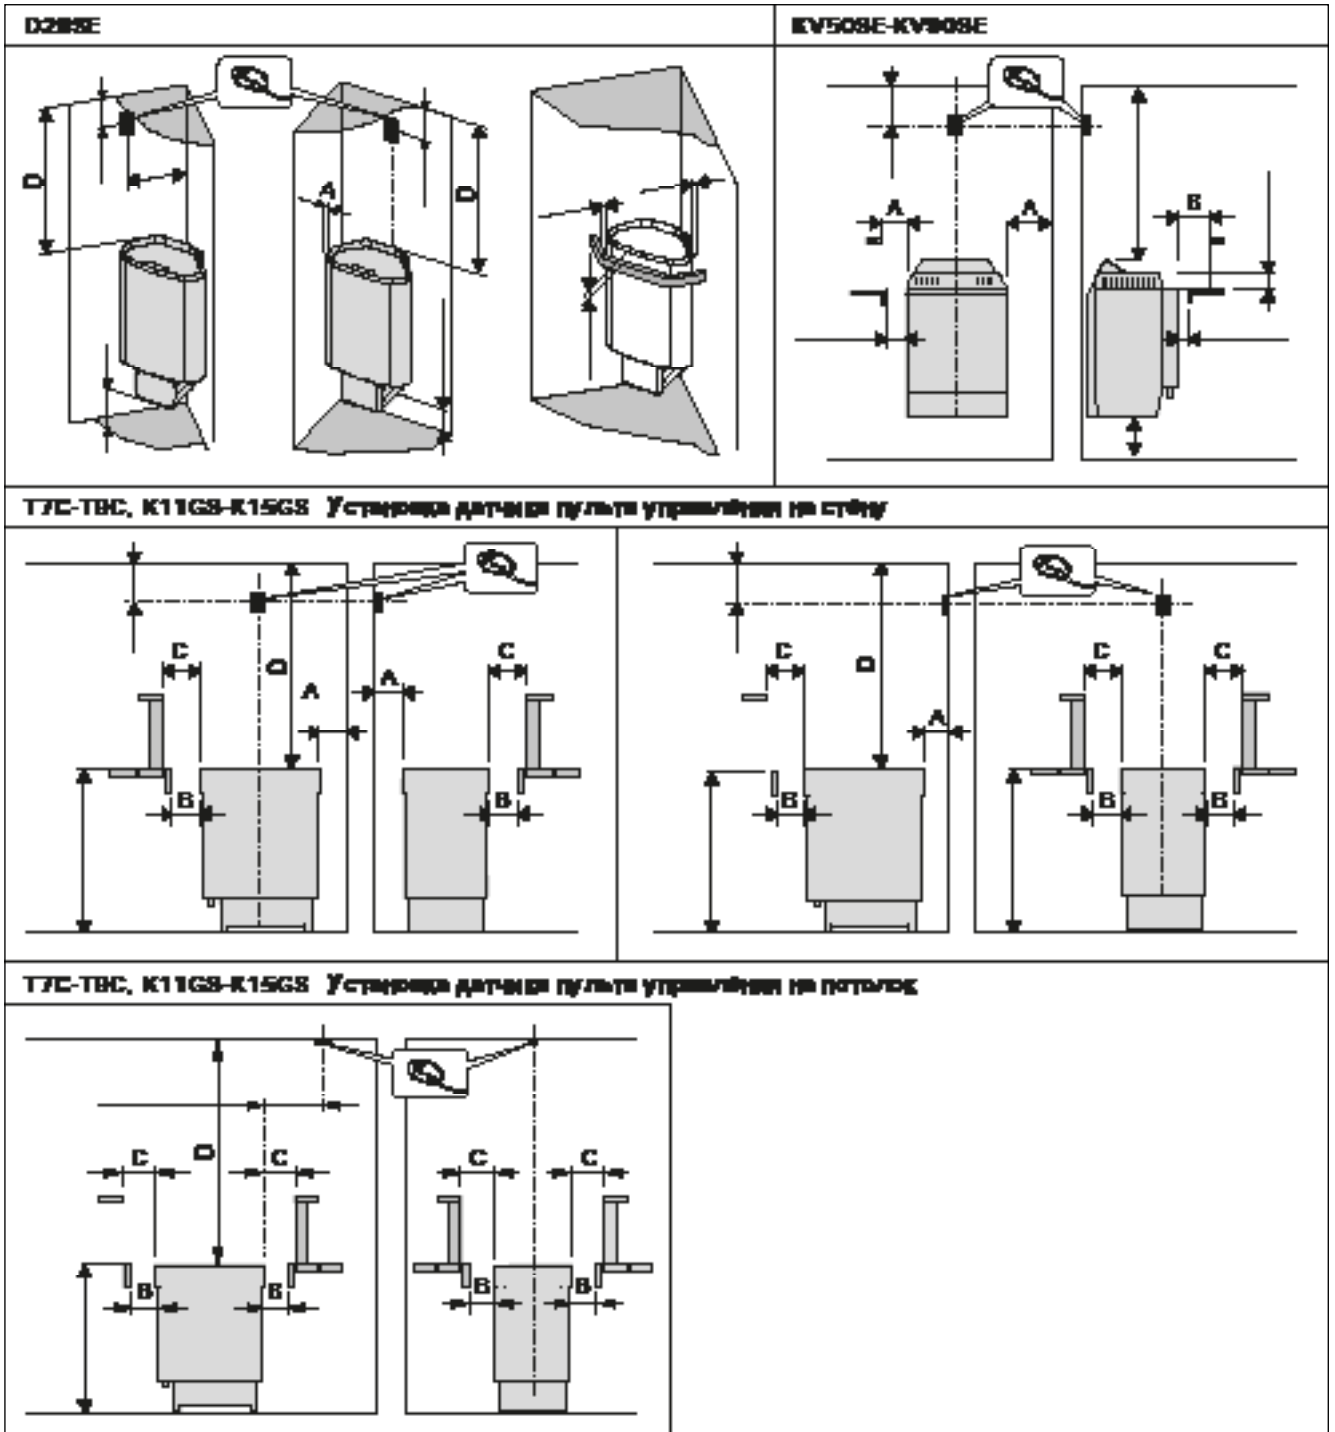
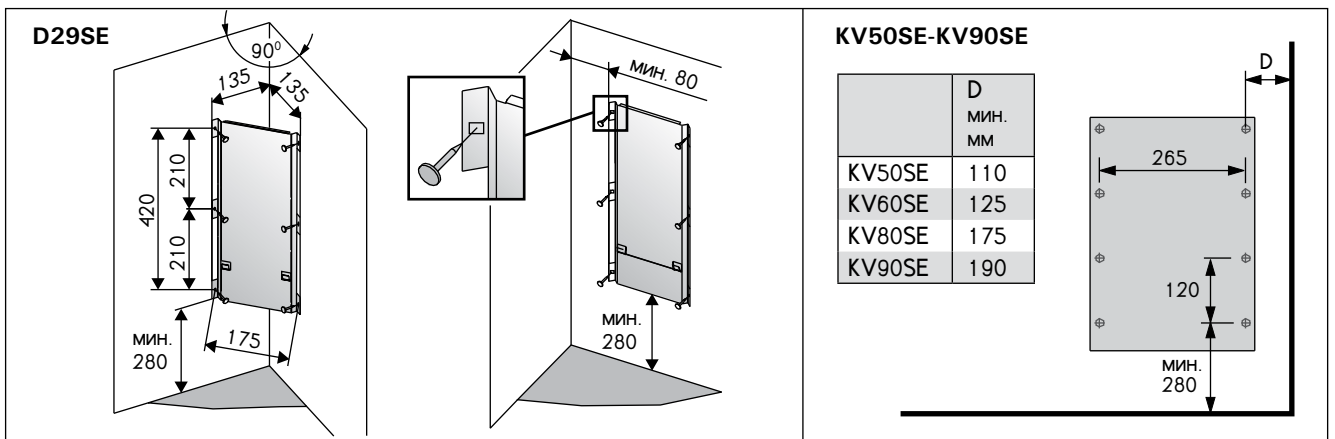

Рисунок 5. Расстояния безопасности (все размеры приведены в миллиметрах)
Рисунок 6. Установка крепёжной рамы (все размеры приведены в миллиметрах)
- При расположении каменки выполняются условия минимальных расстояний, изображенных на рис. 5 и указанных в таблице 2.
указанные на рисунке 5. Установочные размеры кронштейна показаны на рис. 6.
1. С помощью прилагаемых шурупов прикрепите к стене монтажную раму, соблюдая минимальные расстояния, указанные в таблице 2 и на рис. 5. Установка рамы изображена на рис. 6.
минимальные расстояния до легковозгораемых материалов. См. табл. 2 и рис. 5.
При установке защитного ограждения вокруг каменки следует соблюдать расстояния, указанные на рис. 5 и таблице 2.